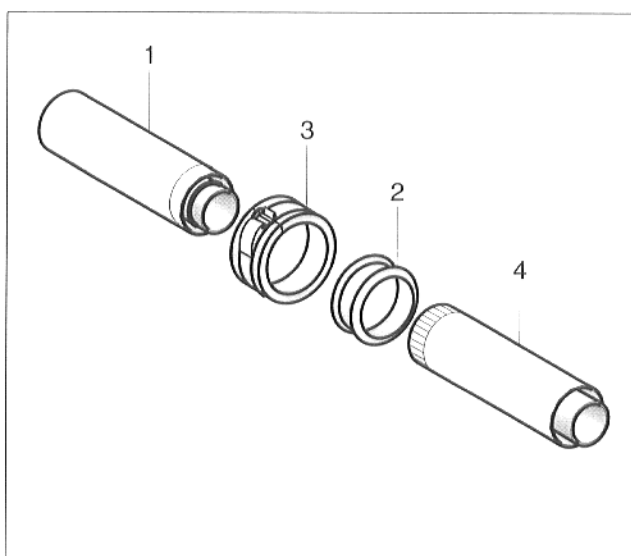
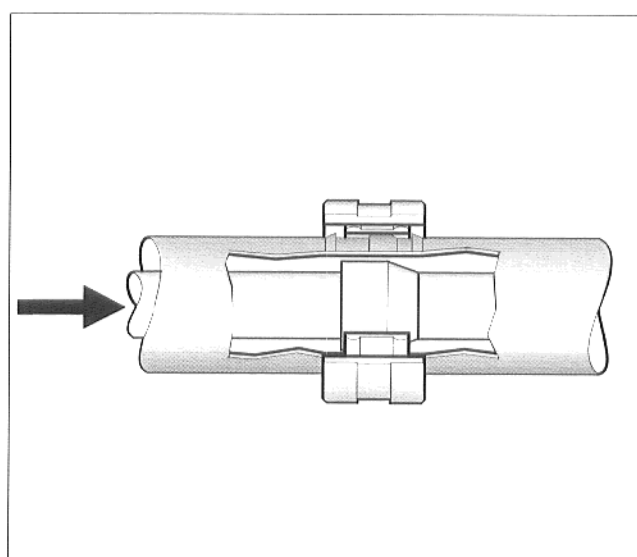

Abb. 11 Verbindung der konzentrischen Rohre
Abb. 12 Rohrverbindung
- Blaue Silikondichtung im Rohr 1 (Abb. 11, Pos. 1) leicht einfetten.
- Silikonmanschette (Abb. 11, Pos. 2) und Klemmband (Abb. 11, Pos. 3) über Rohr 1 schieben.
- Rohr 1 und Rohr 2 (Abb. 11, Pos. 4) mit leichter Drehbewegung ineinanderschieben. Rohre und Formstücke so zusammenstecken, daß die Muffe in Richtung des Abgasstromes zeigt (Abb. 12).
- Klemmband über die Verbindungsstelle schieben und verschließen. Darauf achten, daß das Klemmband über den Wülsten der Rohre liegt (Abb. 12).
- Klemmband (Abb. 11, Pos. 3) öffnen und über Rohr 1 (Abb. 11, Pos. 1) schieben.
- Silikonmanschette (Abb. 11, Pos. 2) über Rohr 1 schieben.